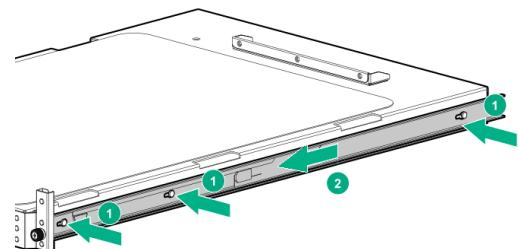

Figura 2
4. Installare l'anima estratta al punto 3 sul dispositivo utilizzando le apposite asole laterali presenti sullo chassis del dispositivo come riportato in **figura 2**